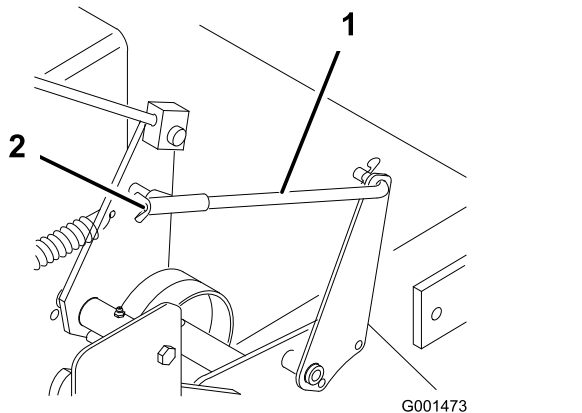

Figura 38
5. Para ajustar el freno, gire las tuercas de orejeta de las varillas de freno (Figura 38).